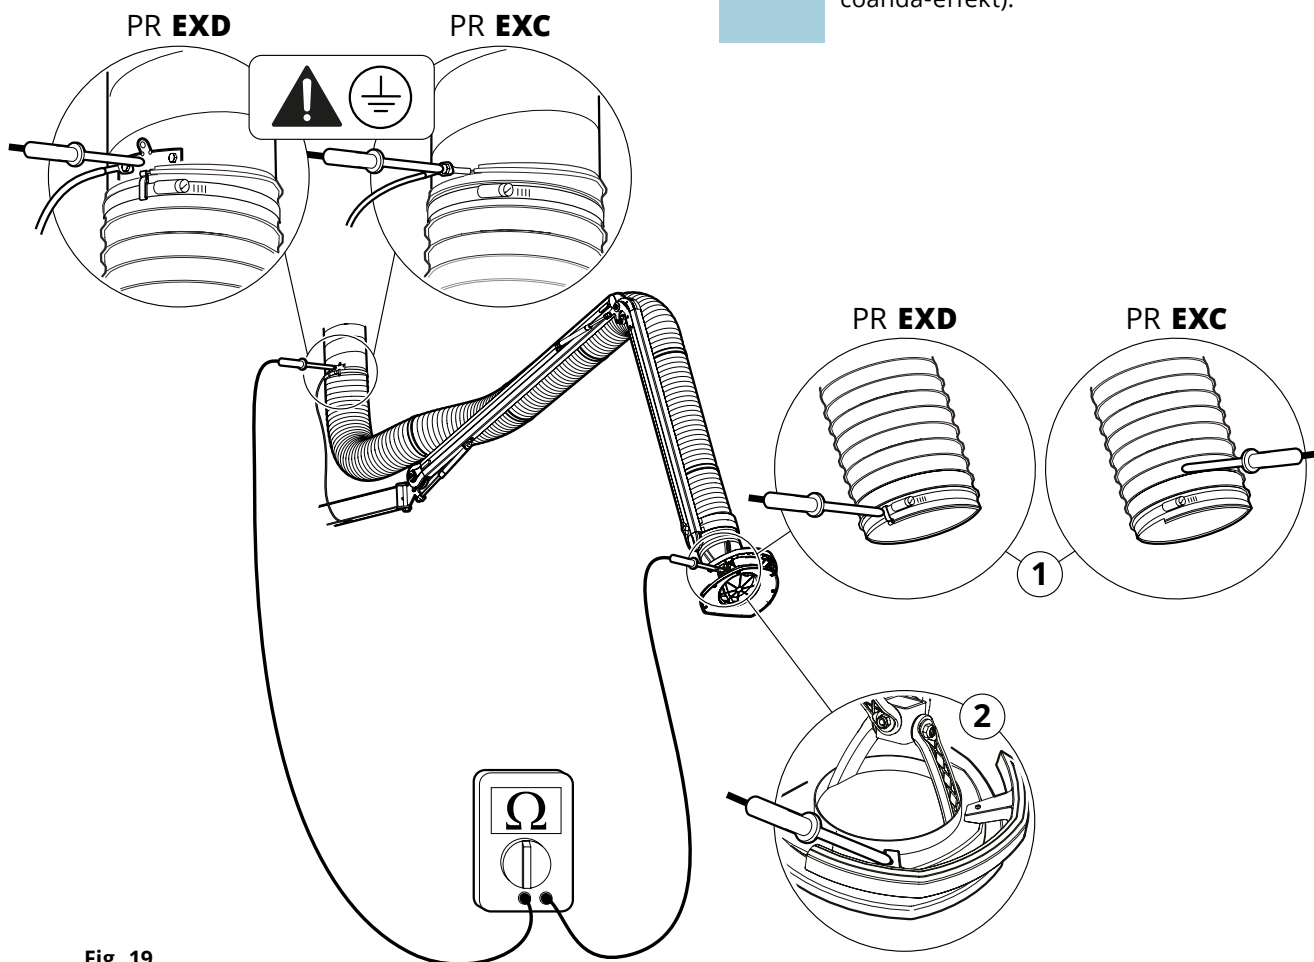

Fig. 19
3. Kontrollera slangens resistans med en kalibrerad ohm-mätare, se 1, **Fig. 19**. Resistans mellan mät-punkterna (jordplan/slanggände) ska understiga 1 MΩ.
4. Kontrollera punktutsugets resistans med en kalibrerad ohm-mätare, se 2, **Fig. 19**. Resistans mellan mätpunkterna (jordplan/huv) ska understiga 1 MΩ.